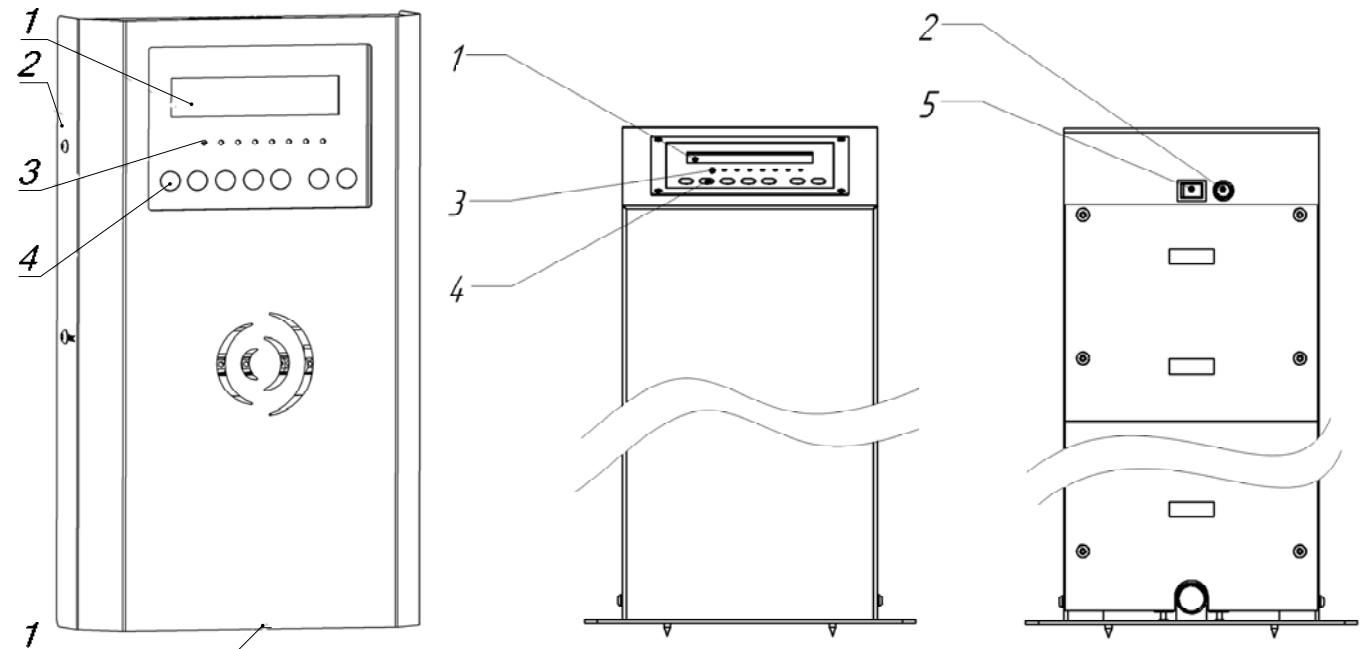

Рисунок 3. Контроллер управления
горелки (16) внутри выложена огнеупорным шамотом (18). Шамотные кирпичи фиксируются двумя нижними захватами (17) и верхними захватами (10). Для демонтажа верхних захватов необходимо отпустить винты (9). Съемный передний упор (19) необходим для облегчения очистки пространства под колосниками. Топливо подается из бункера шнеком (рисунок 3) и через гофрированный шланг ссыпается в питатель (3). Гофрированный шланг выполняет противопожарную функцию – он изготовлен из легкоплавкого материала, при появлении обратной тяги и возгорании пеллеты в питателе шланг плавится и разрывает связь между горелкой и шнеком, предотвращая воспламенение топлива в бункере с пеллетой. Привод питателя (5) через тройник питателя подает топливо на колосники. Внутри горелки на тройнике питателя установлен аварийный термодатчик. Колосники делятся на подвижные и неподвижные. Подвижные (13) - 2, 4 и 6 ряд, всего 9 штук. Неподвижные трех типов: неподвижные колосники 3 и 5 ряда (8), неподвижные колосники нижнего ряда (14) и неподвижные колосники верхнего ряда (12). Колосники изготовлены из жаропрочной нержавеющей стали. Движение подвижных колосников (13) возвратно-поступательное, в горизонтальной плоскости вдоль продольной оси горелки. Они приводятся в движение линейным электрическим приводом (7). Под питателем находится вентилятор наддува. Во время розжига зажигалка нагревает проходящий через нее воздух, который воспламеняет пеллету. Наличие и яркость пламени контролируется фотодатчиком (2). К коммутационной коробке (4) подключены электрические узлы горелки и контроллер управления. Для удобного доступа к зажигалке и другим узлам в корпусе горелки предусмотрены две крышки для обслуживания (6, 15). Всеми процессами работы горелки управляет контроллер ОХИ КП 02.01 (рисунок 3).
Контроллер управления выпускается в настенном корпусе (рисунок 3 слева) и в напольном корпусе в виде колонны (рисунок 3 в центре и справа). На контроллере управления расположена панель управления и индикации с жидкокристаллическим дисплеем (1), светодиодными индикаторами (3) и кнопками (4), а также выключатель питания (5). Держатель предохранителя (2) в настенном исполнении контроллера находится под его лицевой панелью.